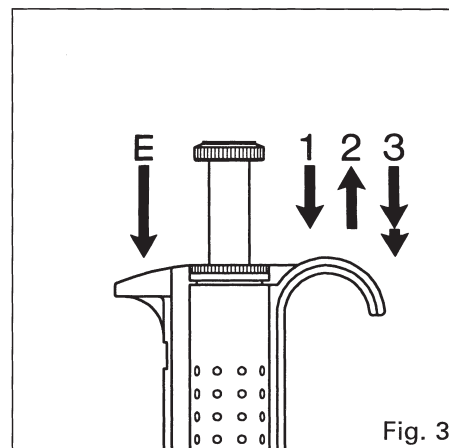

Fig. 3
PIPETTING OPERATION (Fig. 3)
Tip ejection Eject used tip by pressing ejector (E) as shown in Fig. 3. Change tip per recommendations in previous section.
PIPETTIERVORGANG (Fig. 3)
Spitzenabwurf Abwerfen der gebrauchten Spitze erfolgt durch Betätigen des Abwurfnopfes (E) gemäss Fig. 3. Neue Spitze aufsetzen.
OPÉRATION DE PIPETTAGE (Fig. 3)
Ejecter l'embout Ejecter l'embout usagé en pressant le bouton éjecteur (E) selon Fig. 3. Changer d'embout selon les recommandations des paragraphes précédents.